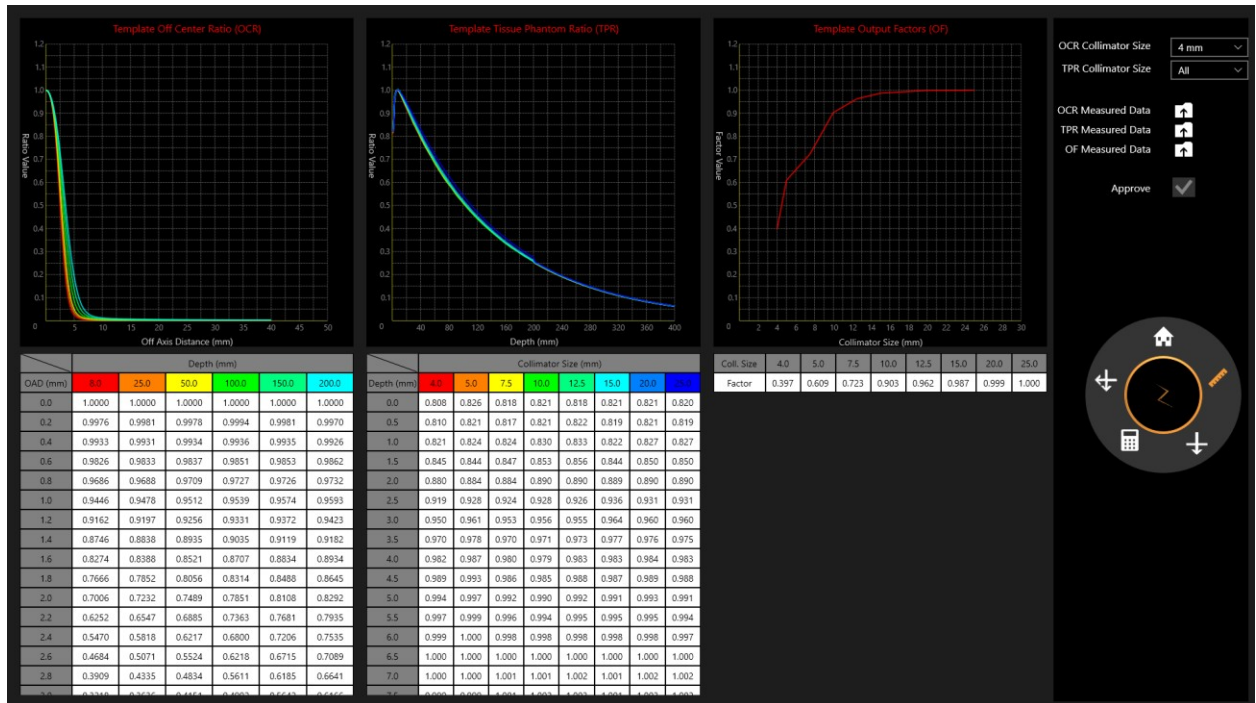

Abbildung 10-6. Überprüfung der gemessenen Strahldaten
4. Überprüfen Sie alle Kollimatoren und die entsprechenden Daten (siehe Abbildung 10.6).